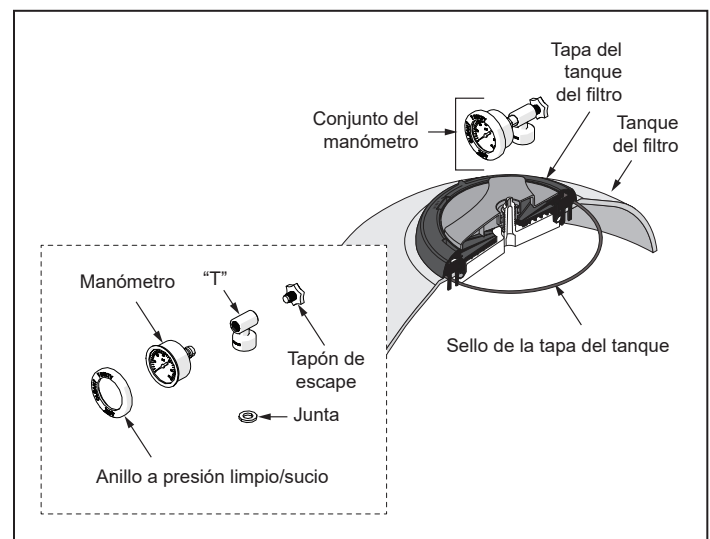

Figura 5. Instalación de la tapa y del manómetro
Asegúrese de que la junta tórica esté completamente limpia y lubricada con un lubricante que no sea con base de petróleo. Antes de someter el filtro a presión, asegúrese de que la manija se gire de la manera más apretada posible, a fin de lograr un sello correcto. Consulte la Figura 5.
4. Verifique que la tapa esté correctamente asentada y apretada. Consulte la Figura 5.